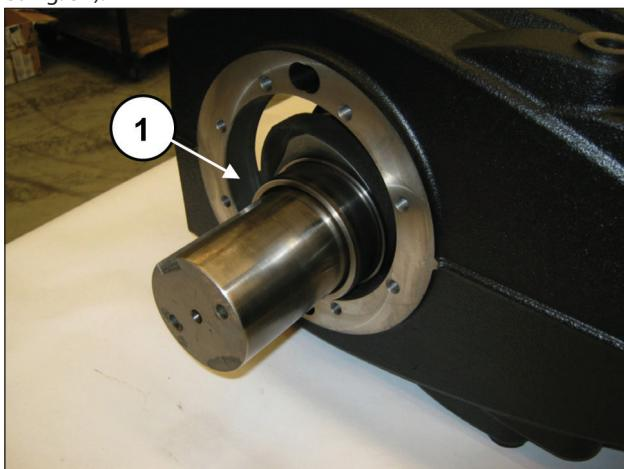
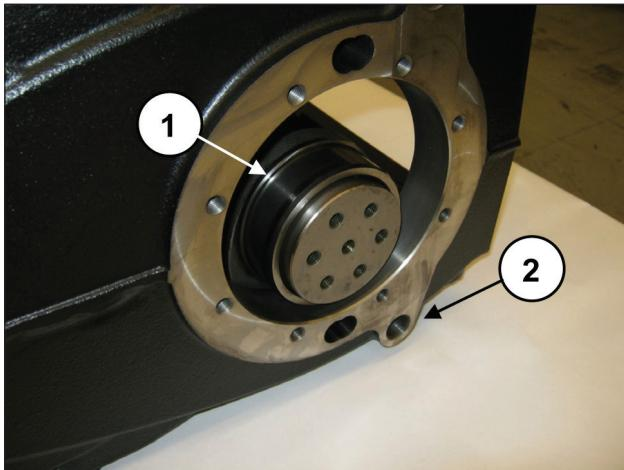

Fig. 51
Fig. 52
pour les bouchons d'évacuation de l'huile du carter de pompe (rep. ②, Fig. 52).
S'assurer que l'arbre est enfoncé dans le carter (rep. ①, Fig. 51 et Fig. 52).